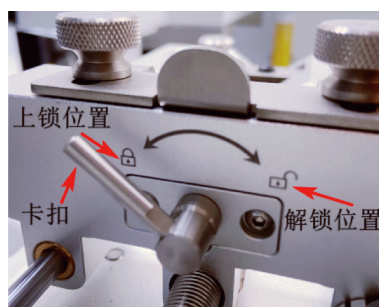

图 9-1 : 解锁注射泵卡扣
- a. 向右旋转注射器固定按钮, 解锁注射泵卡扣(图 9-1), 调整拉注射泵活动位置, 将注射器装在注射泵上, 注射器活塞柄置于“中间夹板”下,